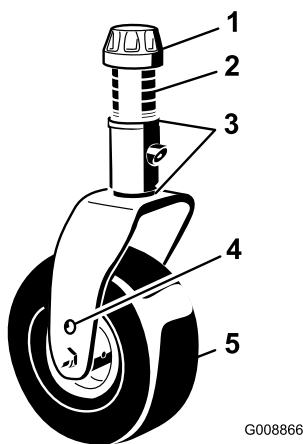

Figure 82
1. Enlevez le chapeau de tension de l'axe de pivot et sortez l'axe du bras pivotant (Figure 82). Repositionnez les cales pour élever ou abaisser la roue pivotante, selon les besoins, et obtenir la bonne inclinaison.